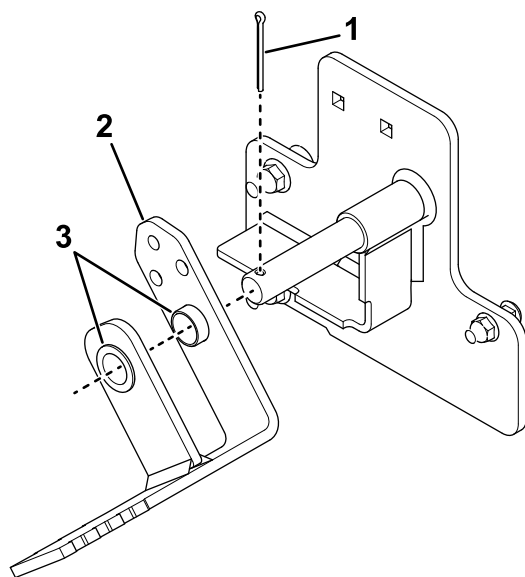

Figura 4
2. Instale el freno de estacionamiento en el soporte izquierdo usando 2 casquillos y sujételo con una chaveta, como se muestra en la Figura 4.